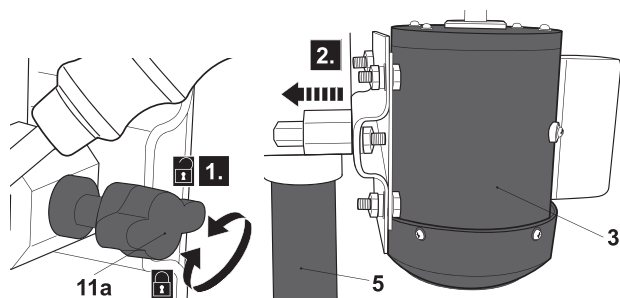

Fig. 17
- > Desaperte os manípulos de bloqueio da tensão (11a) (Fig. 17, passo 1). Não os retire.
- > Empurre o conjunto do motor (3) para a coluna (5) para soltar as correias (2) (Fig. 17, passo 2).